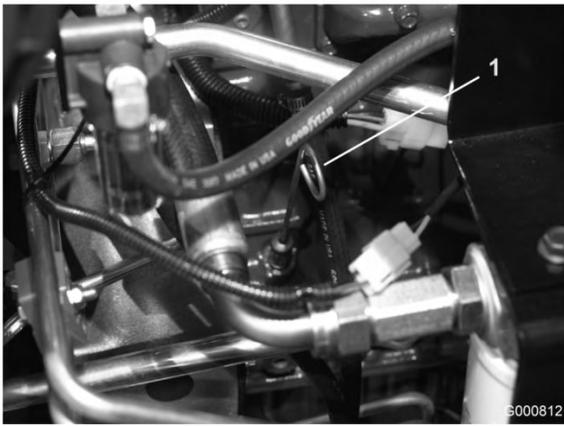

Bild 31
2. Nehmen Sie den Ölpeilstab (Bild 31) heraus, wischen Sie ihn ab und setzen Sie ihn wieder ein. Ziehen Sie ihn heraus und prüfen Sie den Ölstand am Ölpeilstab: Der Ölstand sollte an die VOLL-Marke am Ölpeilstab reichen.